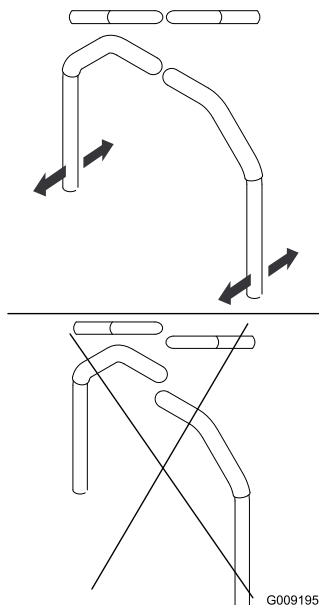

Figure 63
4. Réglez l'alignement avant/arrière des leviers en les plaçant simultanément à la position POINT MORT, puis faites-les coulisser jusqu'à ce qu'ils soient alignés et resserrez les boulons (Figure 63).